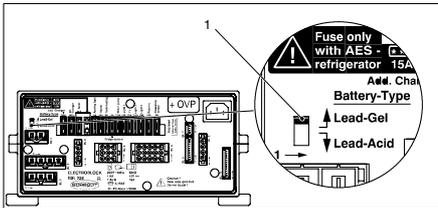

Bild 1 Batterie-Wahlschalter
- Sicherstellen, dass der Batterie-Wahlschalter (Bild 1, Pos. 1) je nach eingesetzter Batterie in der richtigen Stellung steht.
➤ Den Batterie-Wahlschalter (Bild 1, Pos. 1) mit einem dünnen Gegenstand (z. B. Kugelschreibermine) in die entsprechende Position bringen: